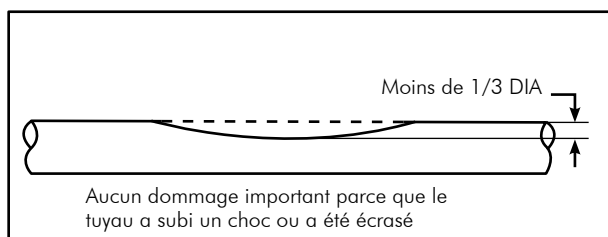

FIG. 5-2 Aucune réparation nécessaire
- Il n'est pas nécessaire de réparer ou de remplacer le tuyau s'il n'est que légèrement bosselé parce qu'il a été écrasé comme l'indique la FIG. 5-2.